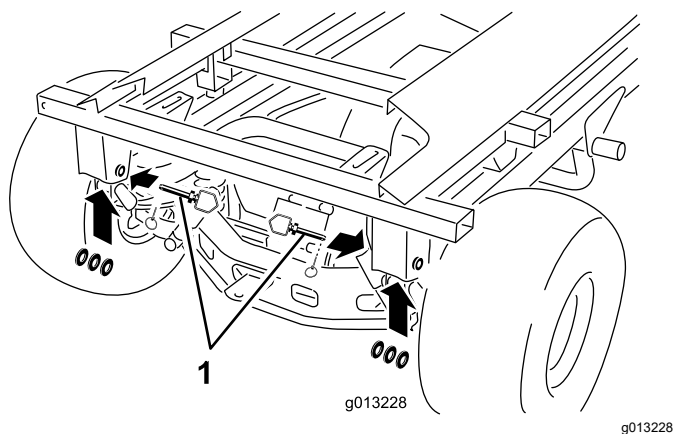

図 52
10. 後部のリンチピン、ヒッチピン、ワッシャを外す 図 52。